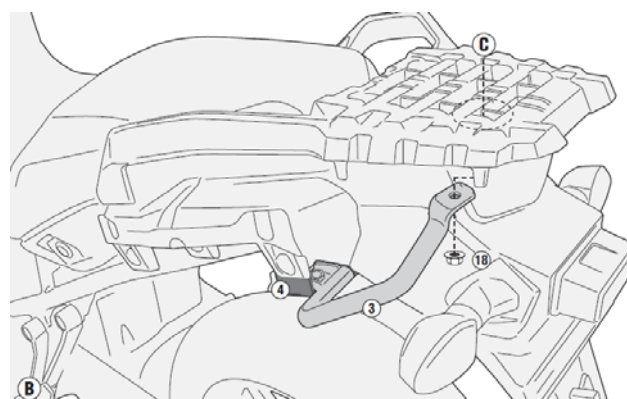

図 2
5. 手順 3～4 で仮置きした⑬⑭スペーサーの上に①サポート（左右）を仮置きし、その上に⑮スペーサー（4 ヶ）を仮置きし、組み付け向きに注意しながら、前側は⑦六角穴付き皿ボルト（2 ヶ）を使用して、後側は⑧六角穴付き皿ボルト（2 ヶ）と⑯フランジ付きナイロンロックナット（2 ヶ）を使用して、②サポート（左右）を車体に仮組みします。（図 2、3 参照）